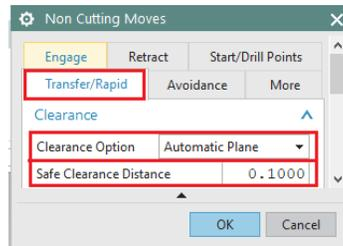

Figura 3.39 Transfer/Rapid
- Al seleccionar **Non Cutting Moves** aparecerá la siguiente ventana(**Non Cutting Moves**), ir a la pestaña **Transfer/Rapid**, en **Clearance>>Clearance Option>>Automatic Plane** y **Safe clearance Distance>>0.100** (Figura 3.39). Dar click en **Ok**.